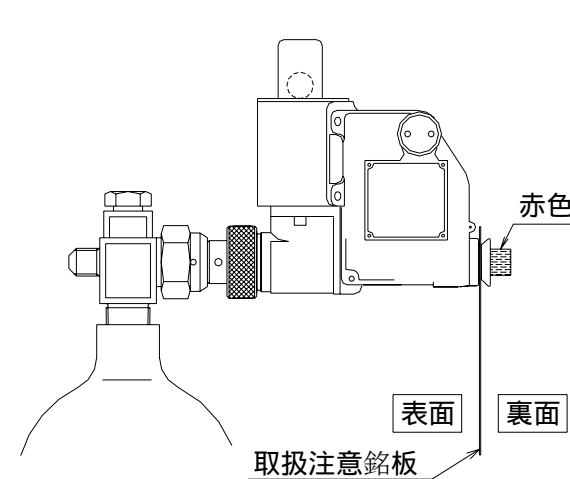

図7 取付完了状態
- (6)安全プラグのおねじ側を本体ねじにねじ込む。この際、取扱注意銘板を図7に示すように裏面が安全プラグの赤色側に向くように取付ける。安全プラグの赤色側が外部に表示され、起動弁開放装置が待機状態にあることを示す。
- (4)安全プラグのおねじ側を本体ねじにねじ込む。この際、取扱注意銘板を図7に示すように裏面が安全プラグの赤色側に向くように取付ける。安全プラグの赤色側が外部に表示され、起動弁開放装置が待機状態にあることを示す。